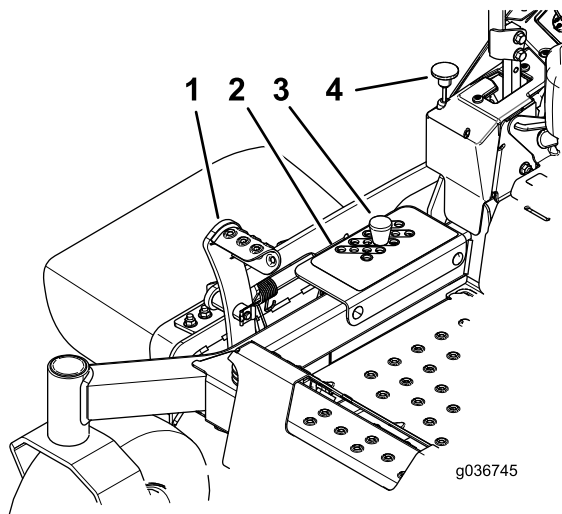

Figure 34
2. Appuyez sur la pédale de levage du tablier avec le pied et élevez le tablier à la position de TRANSPORT (qui est aussi la position de hauteur de coupe de 127 mm [5 po]), comme montré à la Figure 34.
3. Retirez l'axe du support de hauteur de coupe (Figure 34).
4. Placez la goupille dans le trou du support correspondant à la hauteur de coupe voulue (Figure 34).